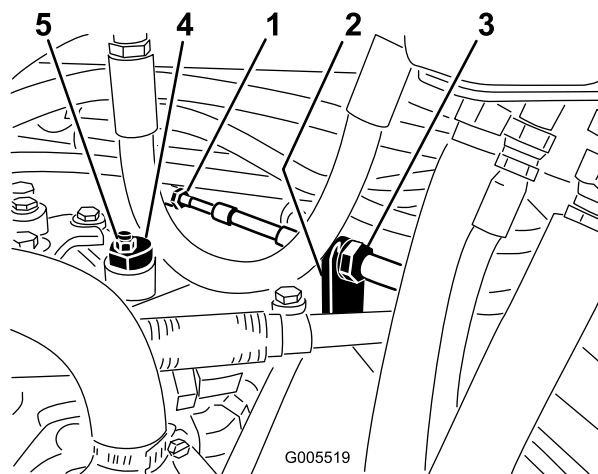

Figura 51
- A. Afloje las dos contratuercas que fijan el cable de control de tracción a la mampara del hidrostato (Figura 51). Asegúrese de aflojar ambas contratuercas uniformemente, y lo suficiente como para permitir el ajuste.
Nota: Afloje la tuerca que sujeta el excéntrico a la parte superior del hidrostato (Figura 51).
ajuste (Figura 51). Compruebe el ajuste con el acelerador en las posiciones Lento y Rápido.
- D. Desde cada lado de la mampara, apriete las contratueras uniformemente, fijando el cable de tracción a la mampara (Figura 51). No tuerza el cable.